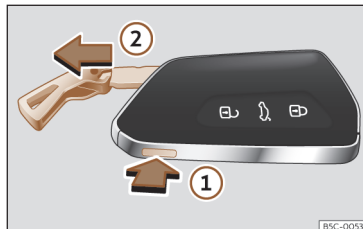

Fig. 72 Chave do veículo: retirar o palhetão.
- Pressione o botão >>> **Fig. 72** ① para fazer sair a argola em forma de porta-chaves e poder retirar o palhetão ②. Se pressionar levemente a argola, esta ficará fixa em forma de porta-chaves.
- Pressione o botão >>> Fig. 72 ① para desbloquear. Mantenha o botão pressionado ① e, simultaneamente, puxe a argola na direção da seta >>> Fig. 72 ② para retirar totalmente o palheto.